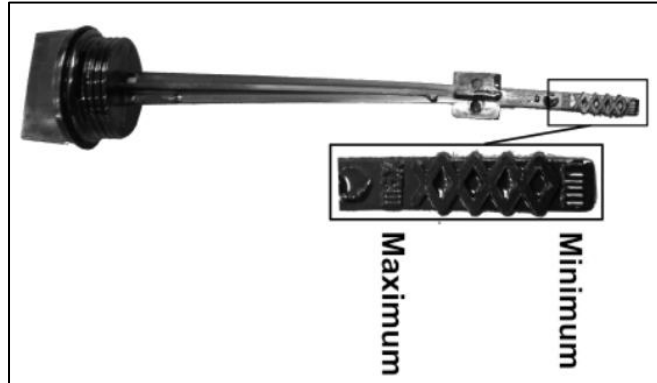

Рис.10-2
- Проверьте уровень масла. Уровень масла должен находиться между отметками **“MAX”** и **“MIN”** на щупе (рис. 10-2). Если уровень вблизи нижней метки, налейте до верхней метки.